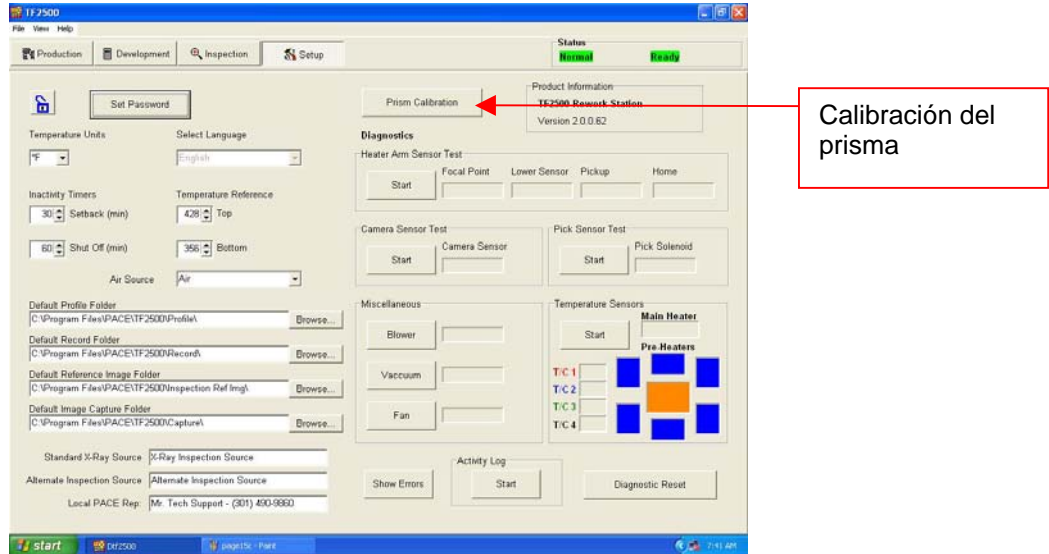

Figura 9
i. Seleccione la pantalla de configuración. (Figura 9)